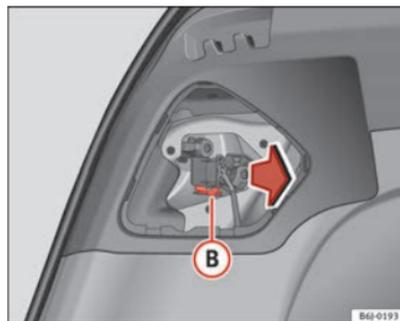

Fig. 160 Desmontaje del portalámparas
- Desmonte el portalámparas presionando el clip de sujeción (B) ⇒ fig. 160 y extráigalo hacia fuera.